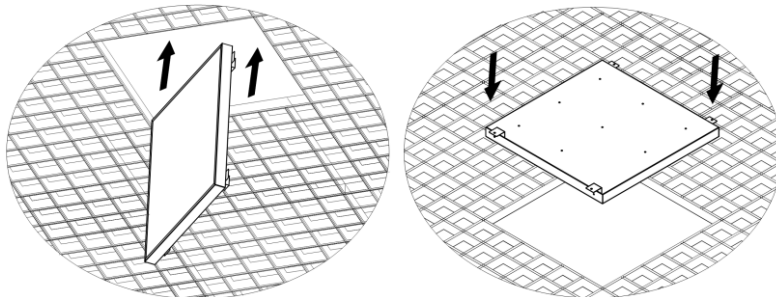

Рисунок 4 — Установка светильника Geniled серии Офис Грильято IP54 в подвесной потолок.
- Заведите светильник в нишу потолка «Грильято» (Рисунок 4).